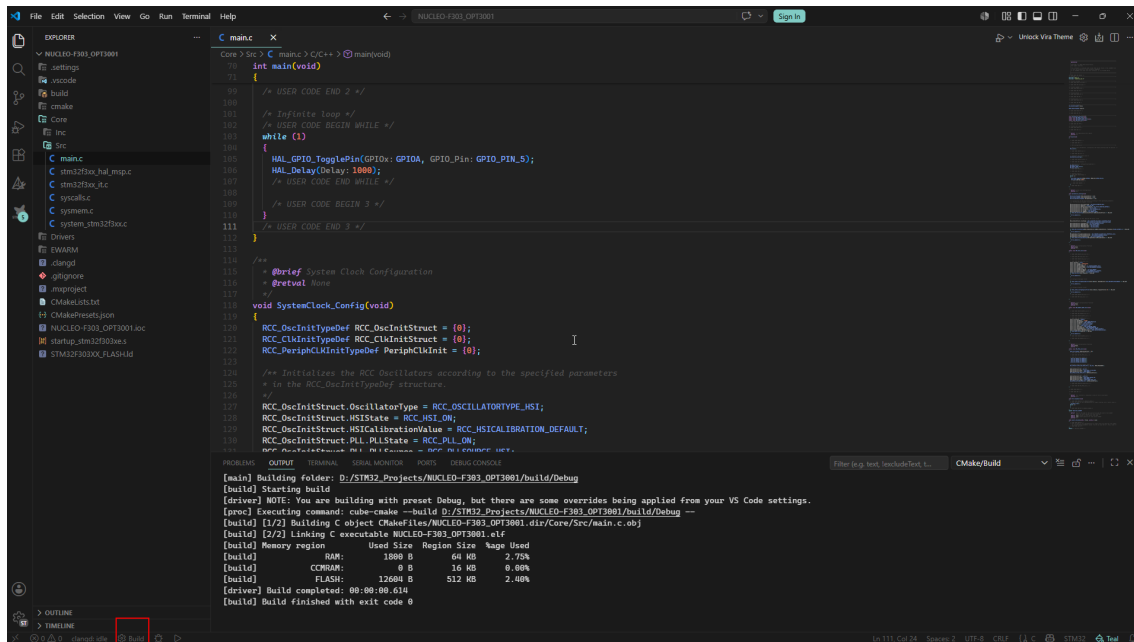

Figura 12: Ubicación de la opción Build para compilar el proyecto en la barra inferior.
22. Guarde el archivo e inicie la compilación del proyecto seleccionando la opción **Build** localizada en la barra de estado inferior izquierda de la ventana de VS Code (tal como se ilustra en la figura 12).